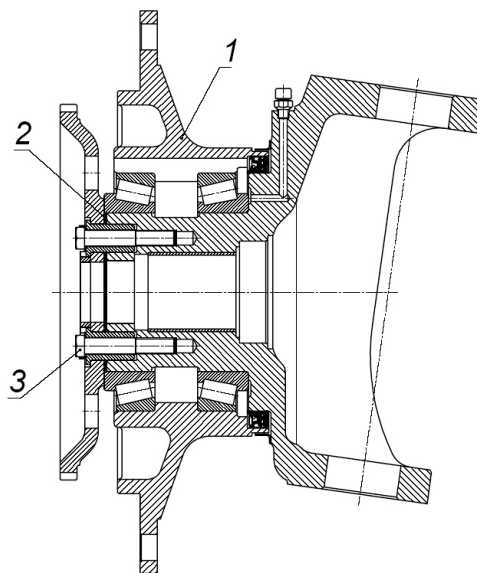

Рис. 5.8-6: Ступица с кулаком колесного редуктора:
5.8.1.4 Проверка и регулировка осевого зазора в конических подшипниках ступицы (Рис. 5.8-6).